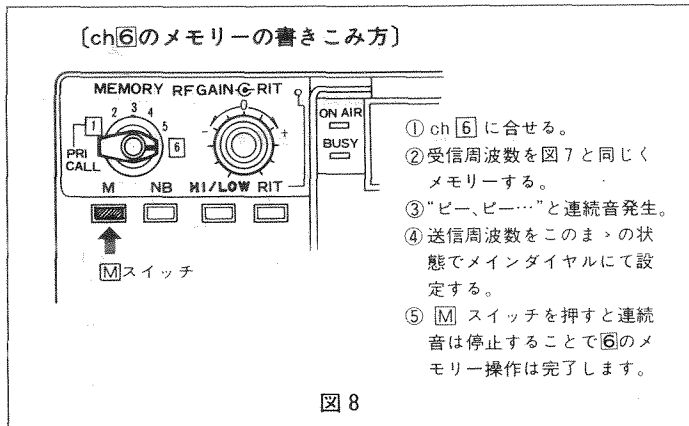

図 8
また、⑥メモリーチャンネルは、全モードにて送信、受信で異なるメモリーが可能です。受信メモリーのしかたは①～⑤チャンネルのときと同じですが、[M]スイッチを押しますと“ピーピー……”と連続音が発生します。この状態で再度送信周波数をメインダイヤルにて設定し、もう一度[M]スイッチを押せば、送受信異なる周波数がメモリーできます。（図 8 参照）